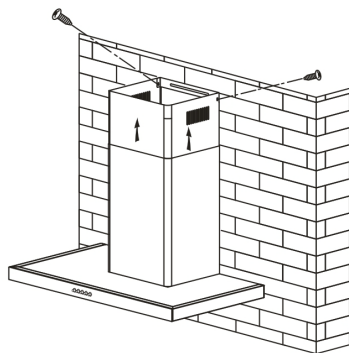

fig. 6
- Levante a chaminé superior até ao tecto e fixe-a no apoio com parafusos. (fig. 6).
- Levante a chaminé superior até ao tecto e fixe-a no apoio com os 2 parafusos. (fig. 6).